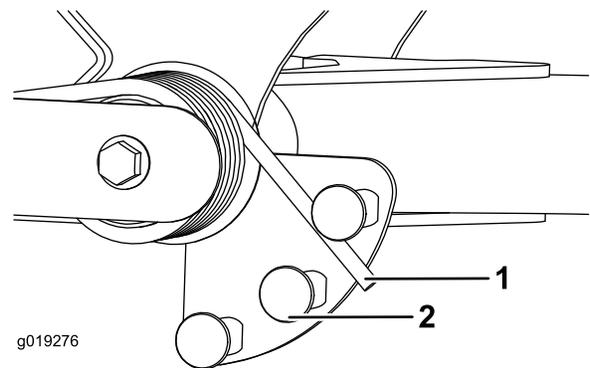

Figure 43
2. Insérez un tube ou un objet similaire sur le ressort long et le faire pivoter autour de l'actionneur de ressort à la position voulue (Figure 43).